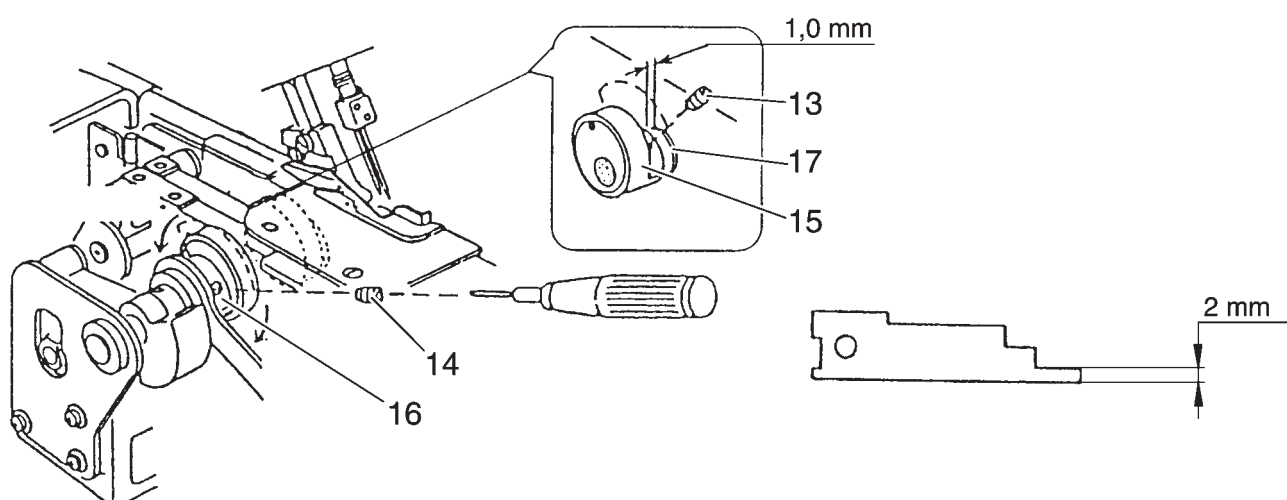

Рис. 9
- Ослабьте крепежные винты 13 и 14 приводных эксцентриков 15 и 16 (рис. 9).